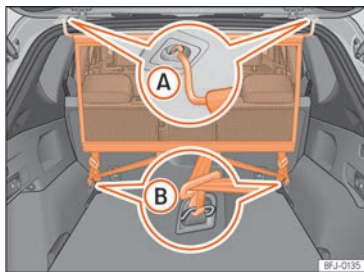

Abb. 133 Netztrennwand eingebaut.
- Netztrennwand in der linken Aufnahme am Dach eingehängen » Abb. 133 A. Darauf ach-
- Netztrennwand in der rechten Aufnahme am Dach durch Zusammendrücken der Querstange eingehängen » Abb. 133 A.
- Beide Haltehaken der Netztrennwand in die vorderen Verstellrösen im Gepäckraum » Abb. 133 B eingehängen und die Gurte fest spannen.
- Haltehaken der Netztrennwand an den Verstellrösen » Abb. 133 B aushaken.
- Netztrennwand an der rechten Aufnahme im Dach » Abb. 133 A durch Zusammendrücken der Querstange aushängen.